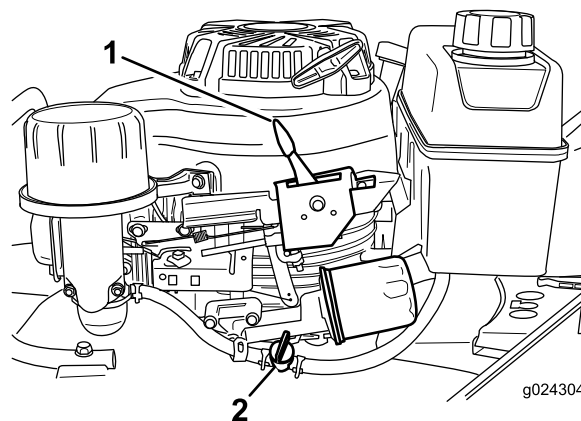

Figura 16
2. Aprite la valvola del carburante spostando la relativa leva verso **destra** (Figura 16).
**Nota:** Chiudete la valvola del carburante spostando la relativa leva (Figura 16) verso sinistra se non avvierete il motore dopo poco tempo.